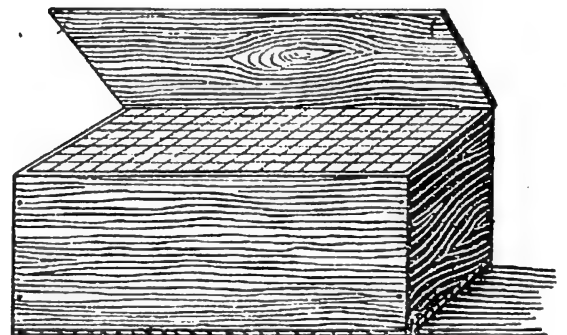

Fig. 2. — Une boîte de craie ouverte.
**1. La boîte de craie.** — Pour écrire au tableau noir, nous nous servons de bâtons de craie. Le fournisseur les livre dans de petites boîtes en bois. Observez la façon dont ils sont placés dans la boîte (fig. 2) : nous ne voyons que le bout carré de chaque bâton ; ils sont disposés en rangées parallèles, toutes de même largeur, de même hauteur. Ils sont recouverts de sciure de bois qui pénètre dans les interstices des rangées, et ainsi amortit les chocs.